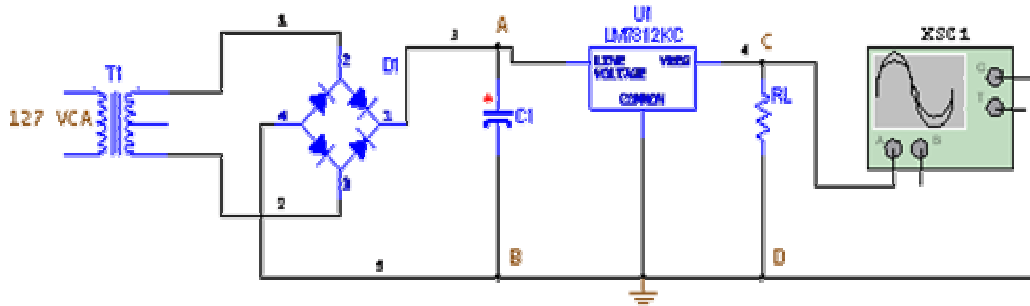

Figura 5.
- b) Agregar al circuito del experimento 4, el regulador de voltaje ya identificadas sus terminales, como se muestra en la figura 5.